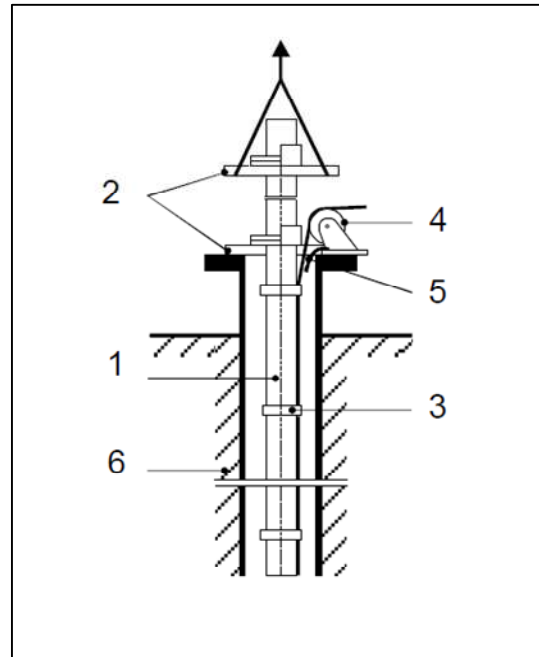

Abbildung 3: Montage der Pumpe
1. Montieren Sie die erste Länge des Steigrohres (1) an das Pumpenaggregat. Dieses sollte nicht länger als 0,5 m sein. (→ Abbildung 3, S. 18)
2. Befestigen Sie die Stromzuführungsleitungen und die eventuell vorhandenen Steuer- und/oder Messleitungen mit Kabelschellen (3) an dem Steigrohr (1).
3. Bringen Sie unterhalb des Steigrohrflansches bzw. der Steigrohrmuffe die erste Tragschelle (2) an. Die Pumpe wird nun mittels Hebezeug in eine senkrechte Position gebracht.
4. Lassen Sie nun das Aggregat in den Brunnen ab, bis die Tragschelle (2) auf dem Brunnenkopf oder Brunnenrohr aufliegt.